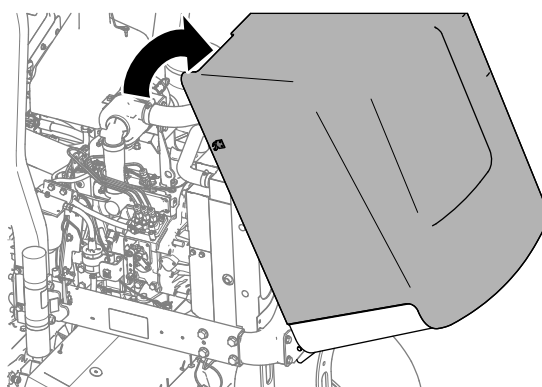

**Figura 55**
2. Gire el capó hacia arriba y hacia atrás (Figura 55).